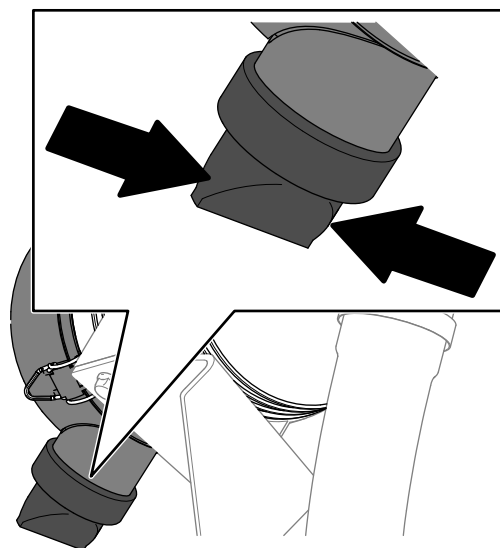

**Figura 73**
5. Apriete la válvula de expulsión de polvo (Figura 73).